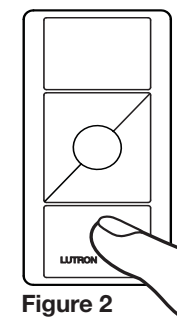

Figure 2
2. Maintenez enfoncé le bouton inférieur du contrôleur sans fil Pico® (Figure 2) pendant 6 secondes environ.